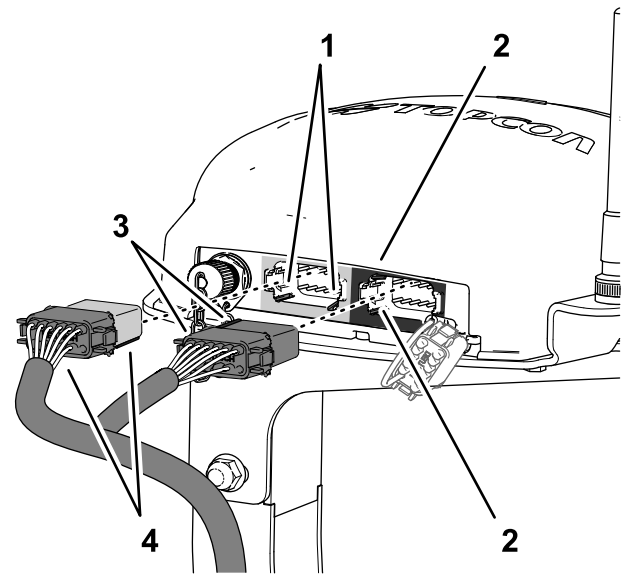

Рисунок 200
3. Совместите два выступа для совмещения на длинной лицевой стороне черно-серого 12-гнездового разъема жгута проводов передачи данных с двумя ответными пазы в нижней горизонтальной стенке левого (серого) 12-штыревого разъема навигационного приемника (Рисунок 200).
4. Соедините черно-серый 12-гнездовой разъем жгута проводов передачи данных с левым (серым) 12-штыревым разъемом навигационного приемника так, чтобы разъемы надежно зафиксировались со щелчком (Рисунок 200).
5. Совместите два выступа для совмещения на короткой стороне черного 12-гнездового разъема жгута проводов передачи данных с двумя ответными пазы в левой вертикальной стенке правого (черного) 12-штыревого разъема навигационного приемника (Рисунок 200).
6. Соедините чисто черный 12-гнездовой разъем жгута проводов передачи данных с левым (черным) 12-штыревым разъемом навигационного приемника так, чтобы разъемы надежно зафиксировались со щелчком (Рисунок 200).